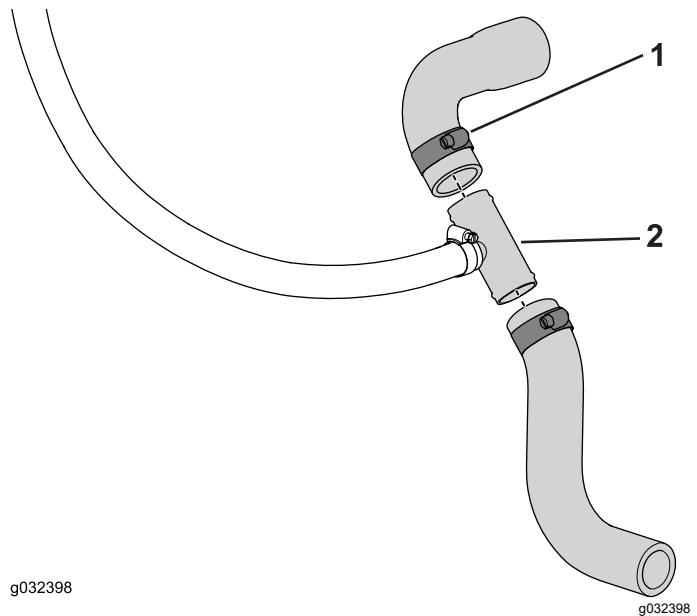

Figure 11
3. Glissez les extrémités coupées sur le raccord en T et fixez le tout avec le collier (3/4 à 1 1/2 po), comme montré à la Figure 11.